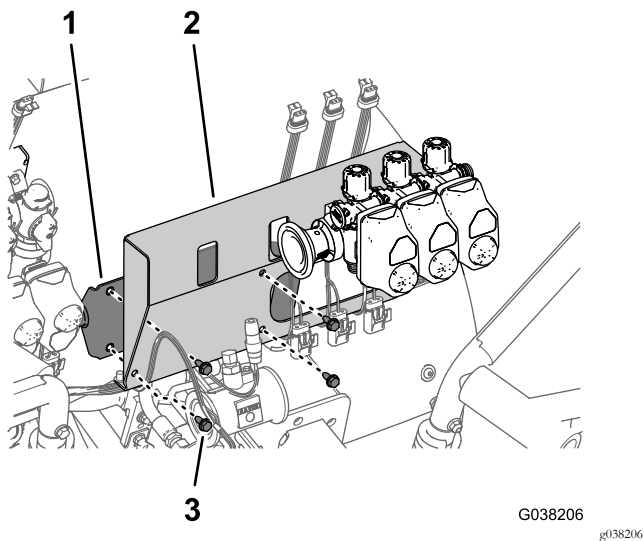

图49
1. 将喷洒臂段阀支架中的 4 个孔与安装座的 4 个孔对齐图49。
2. 用在 拆下喷洒臂段阀、供水软管和喷洒臂段阀安装座 (页码 10) 的步骤 1 中卸下的 4 个凸缘头螺栓 5/16 x ¾ 英寸将喷洒臂段阀支架组装到支架安装座图49。